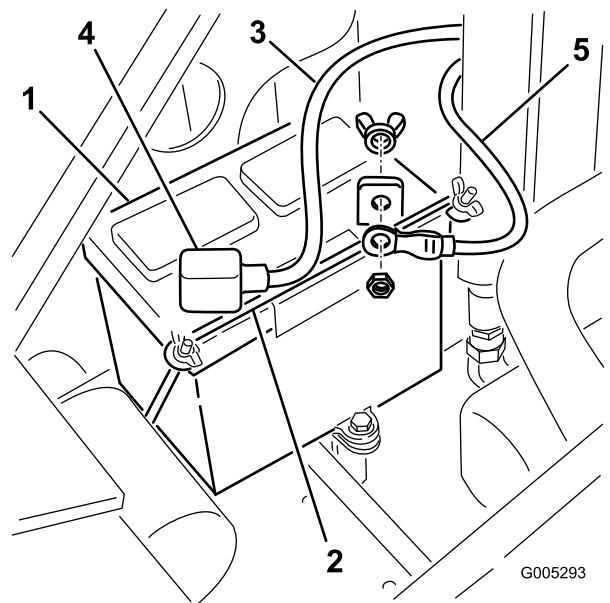

図 32
- バッテリー固定用の蝶ナットとバーを外す 図 32。
5. バッテリー端子から、マイナス黒アース側ケーブルを外す 図 32。締結具はすべて保管しておく。
7. バッテリー端子から、プラス赤ケーブルを外す 図 32。締結具はすべて保管しておく。
1. 先ほど取り外したねじ類を再使用して、プラスケーブル赤いケーブルをバッテリーのプラス端子に取り付ける 図 32。
3. 先ほど取り外したねじ類を再使用して、マイナスケーブル黒いケーブルをバッテリーのマイナス端子に取り付ける 図 32。
4. 押さえ棒と蝶ナットでバッテリーを固定する 図 32。